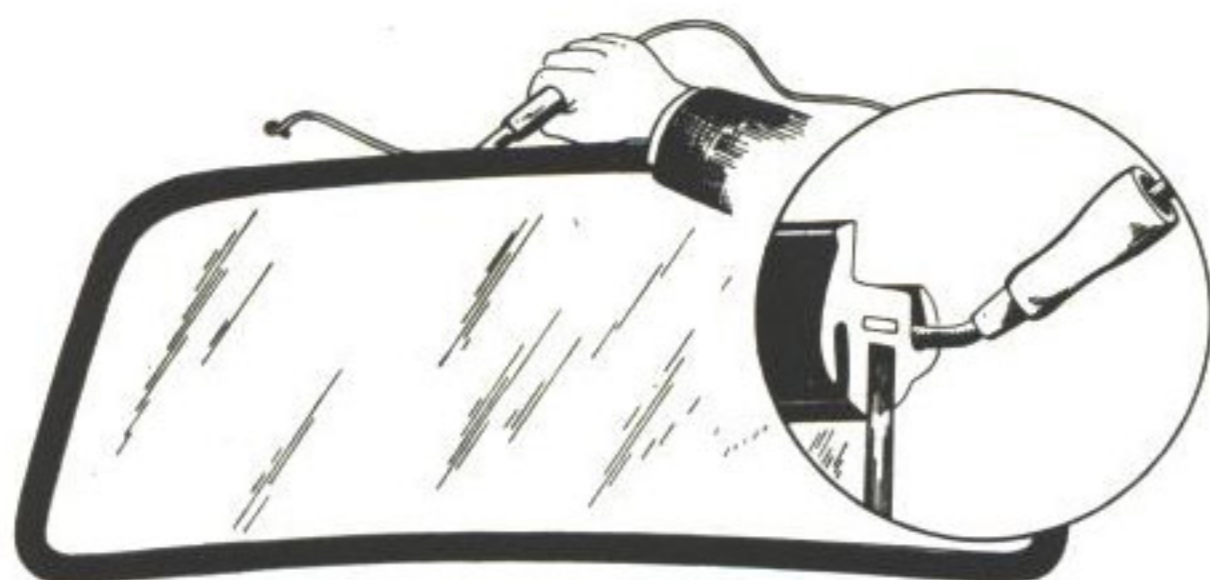

Bild 60. Insättning av snöre i gummilist
2. Anbringa ett snöre (lämpligen terylen 2,8 mm), med början i ovansidans mitt, i gummilistens spår för plåtkanten, bild 60.